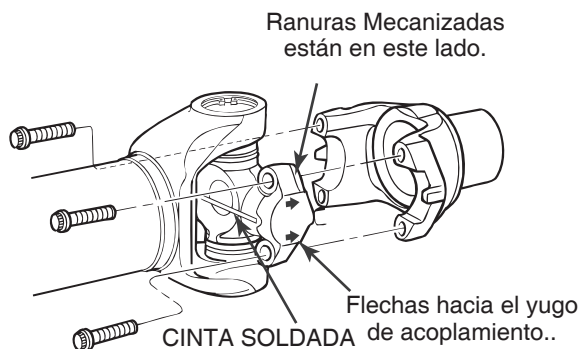

Figura 4.41
1. Después que usted ha instalado los tornillos, asegúrese que la junta universal esté totalmente asentada en el yugo final. Las flechas del buje de alas deben estar dirigidas al yugo de acoplamiento. Figura 4.41.